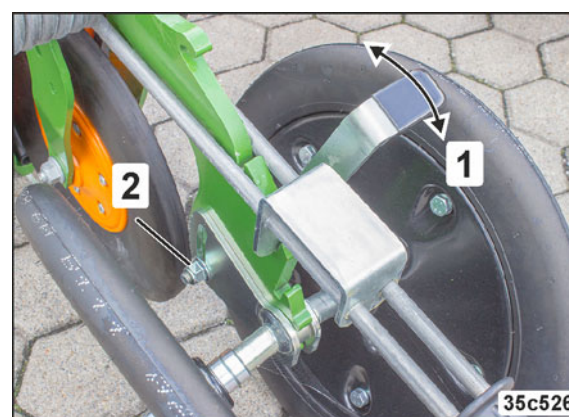

Fig. 181
6. Indstil grebet (Fig. 181/1), så akslen drejer.
7. Foretag sikring af grebsstillingen med skruen (Fig. 181/2).